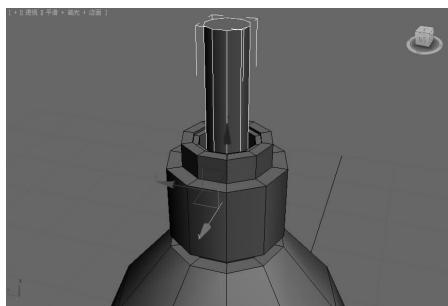

图 5-94 创建瓶盖按压器圆柱体▲
(1)单击“创建”面板中的“几何体”按钮,在“对象类型”卷展栏中单击“圆柱体”按钮,在顶视图中拖动鼠标创建第三个圆柱体对象,设置“半径”为 31.2、“高度”为 10、“高度分段”为 1、“边数”为 10。效果如图 5-94 所示。